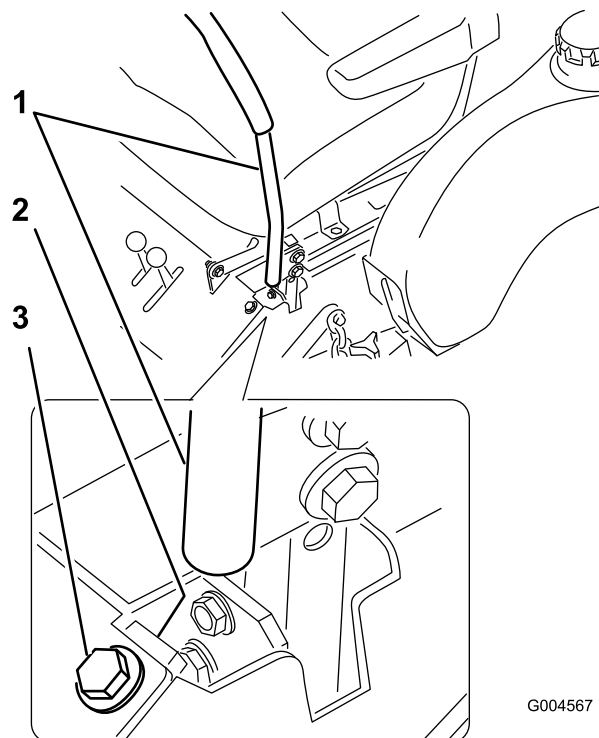

Figura 48
3. Mueva el tope hasta que la máquina vaya en línea recta (Figura 48).
4. Apriete el perno situado delante de la palanca de control (Figura 48).